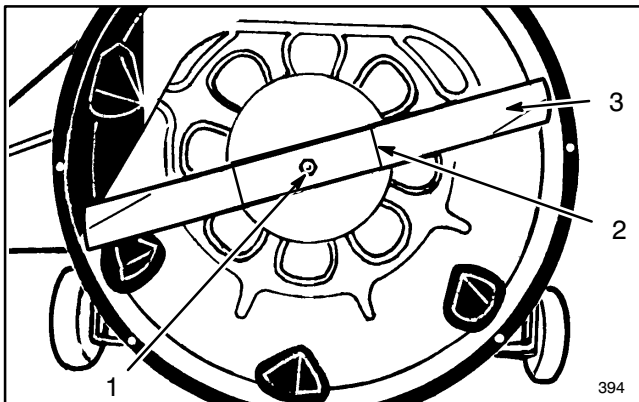

Abbildung 20
6. Das Ende des Messerbalkens mit umwickeltem Lappen oder mit einem schweren, wattierten Handschuh festhalten. Jetzt die Messerbalkenbefestigungsschraube, Unterlegscheibe und das Messer entfernen (Abb. 20).
9. Den Messerbalken, die Balkenverstärkung, Unterlegscheibe und Messerbalkenschraube (Abb. 20) in dieser Reihenfolge montieren. Die hohle Seite der konkaven Unterlegscheibe am Messerbalken anlegen. Die Schraube auf 61-81 Nm festziehen.